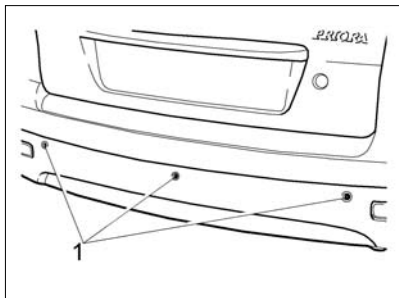

Рис. 43. Датчики парковки
**В варианном исполнении** автомобили оснащаются системой безопасной парковки (парктроник – от англ. parktronic). Система поможет избежать досадных мелких аварий и следующих за ними материальных затрат. **Датчики парковки** (рис. 43) помогут вам обнаружить опасное препятствие, невидимое из салона автомобиля.